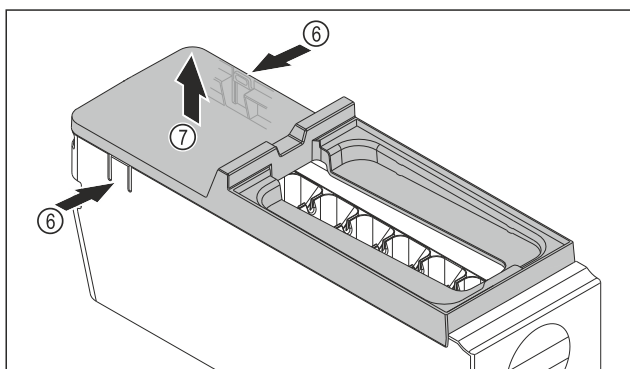

Fig. 184
- ▶ Изваждане на капака на корпуса на EasyTwist-Ice: Натиснете езичетата Fig. 184 (6) от двете страни на корпуса на EasyTwist-Ice с една ръка.
- ▶ С другата ръка извадете капака Fig. 184 (7) нагоре.